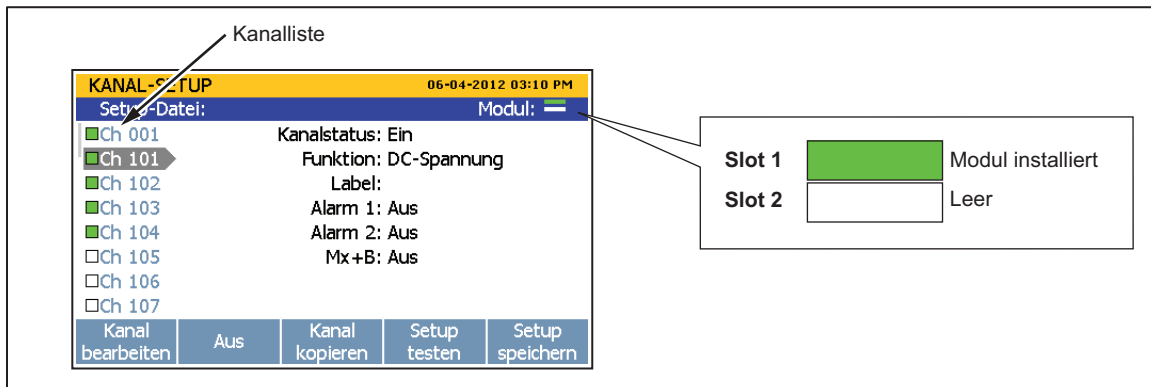

Abbildung 3-4. Modulanzeige (Abbildung zeigt installiertes Eingangsmodul)
8. Das Produkt am Netzschalter einschalten. Nach dem Einschalten prüft das Produkt die Verbindung zum Eingangsmodul. Wenn das Eingangsmodul erkannt wurde, wechselt die Modulanzeige auf grün und zeigt alle verfügbaren Kanäle auf der linken Seite des Kanal-Setup-Menüs an wie in Abbildung 3-4 gezeigt. Wenn die Modulanzeige nicht auf grün wechselt, mit der Fehlersuche in Kapitel 4 fortfahren.